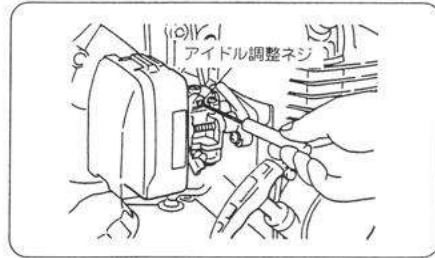

図1
- ①気化器の調整は、工場出荷時に済んでおりますので、なるべくさわらないでください。
- ②アイドル回転が高すぎる時（刈刃が回っている時）または低すぎる時（エンジンが停止する時）は、アイドル調整ネジで調整してください。（右回りでアイドル回転が高くなり、左回りで低くなります）（図1）